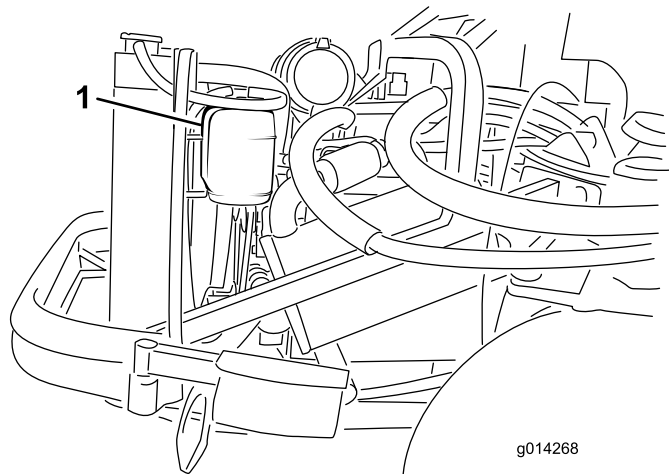

図 34
1. 液量の点検は補助タンクで行う(図34)。タンク側面についている2本のマークの間にあれば適正である。